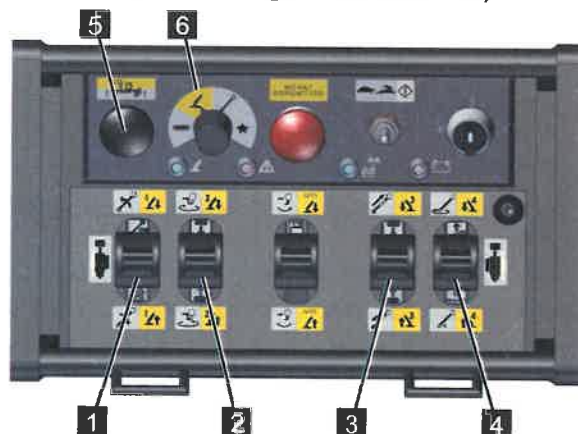

Abb. 115
4. Den Funktionswahlschalter auf [Stützenfunktion] (gelb) (Abb.115/5) stellen.
5. Den Kollisionstaster (Abb.115/5) gedrückt halten.
6. Mit den Steuerhebeln (Abb.115/1, 2, 3 und 4) die gewünschte(n) Stütze(n) gemäß nachfolgender Tabelle bedienen.
| Steuerhebel (Abb.115/1) | | Stütze 1 fährt ab |
| Steuerhebel (Abb.115/2) | | Stütze 2 fährt ab |
| Steuerhebel (Abb.115/3) | | Stütze 3 fährt ab |
| Steuerhebel (Abb.115/4) | | Stütze 4 fährt ab |